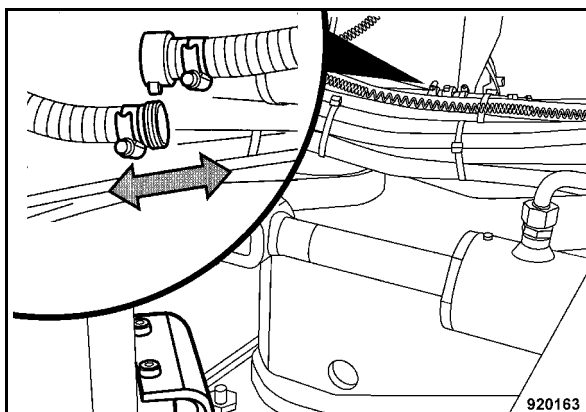

Fig. 208
- Separare il collegamento delle condotte di acqua (Fig. 208) nell'articolazione pieghevole e scaricare l'acqua.